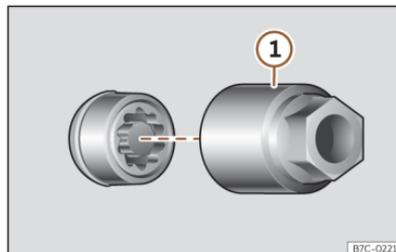

Abb. 225 Diebstahlhemmende Radschraube mit Abdeckkappe und Adapter
- Setzen Sie den Spezialadapter >>> (Abb. 225) ① (Bordwerkzeug >>> S. 334) bis zum Anschlag in die diebstahlhemmende Radschraube ein.